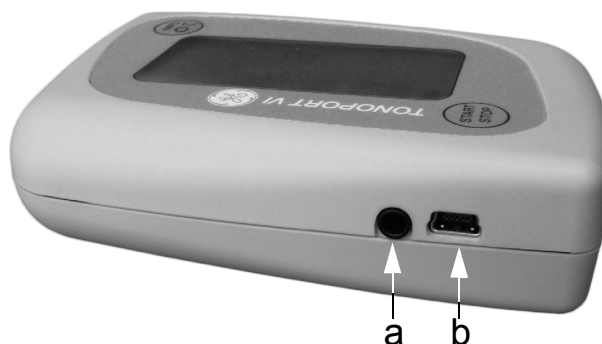

Fig. 5-1 Ligações para cabos de PC
- através do cabo 2001589-040, se utilizar a porta USB do TONOPORT VI (**b** Fig. 5-1)
- através do cabo 2001589-011, se utilizar a porta de série do TONOPORT VI (**a** Fig. 5-1)
Para poder utilizar a porta USB do TONOPORT VI (b, Fig. 5-1), deve instalar o controlador de dispositivo USB e verificar a comunicação de dados conforme as instruções seguintes.